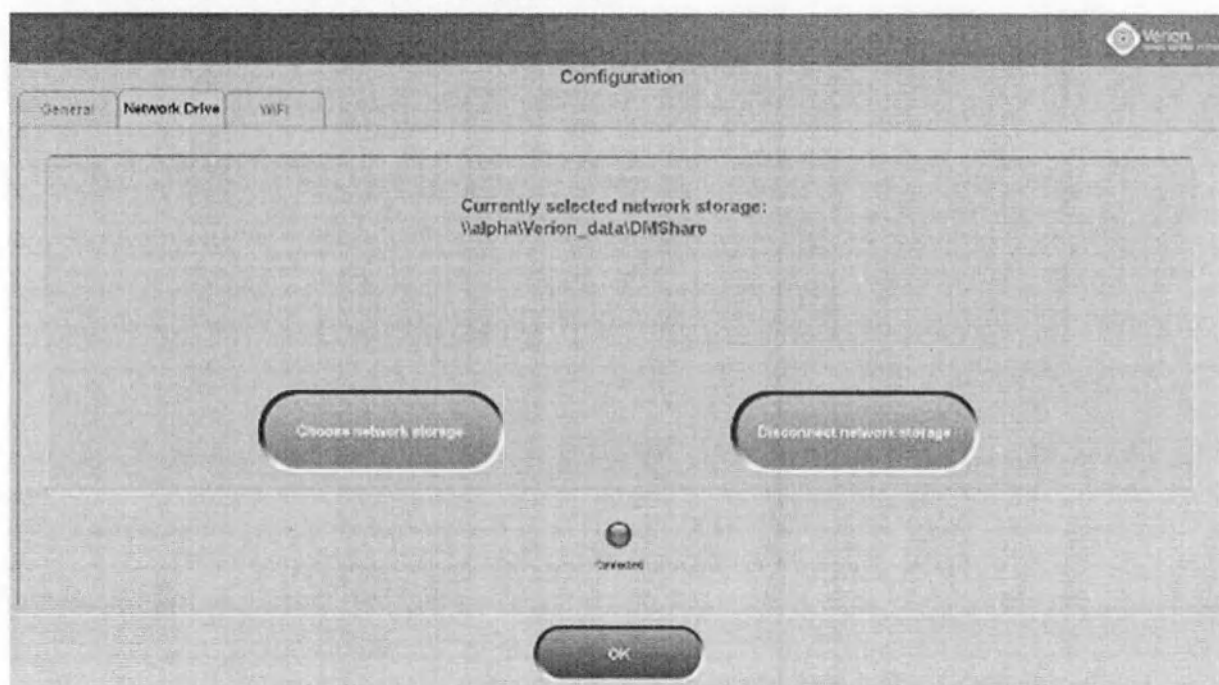

Рисунок 15. Подключенное сетевое хранилище
- Происходит проверка учетных данных и, если они правильные, индикатор состояния соединения изменяет свой цвет с серого на зеленый, и отображается заданный сетевой путь (Рисунок 15).